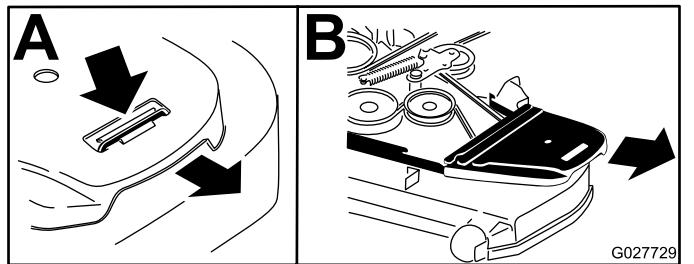

Figure 72
4. Retirez les couvercles de courroie (Figure 72).